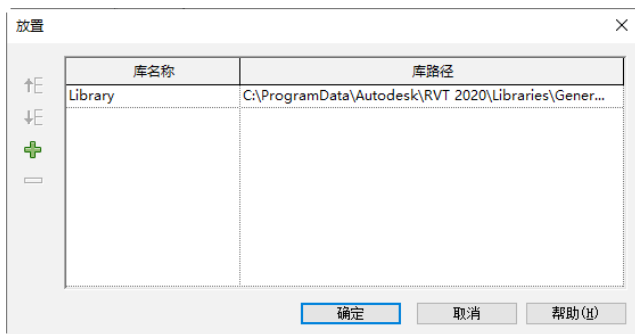

图 1-60 “放置”对话框
- 放置：添加公司专用的第二个库。单击“放置”按钮，打开如图 1-60 所示的“放置”对话框，添加或删除库路径。